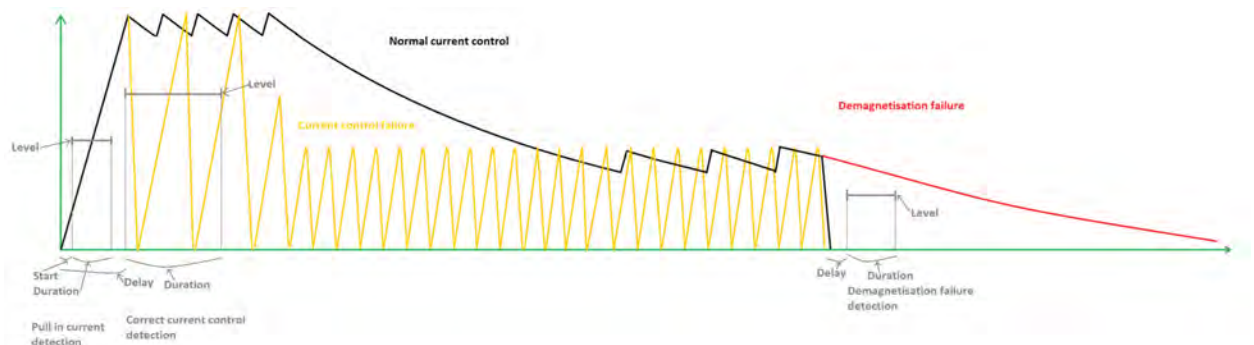

Abbildung 1 Port Injection Stromverläufe
- Pull in Current Detection (siehe Abbildung 1 Port Injection Stromverläufe)
- **Correct Current Control Detection** (siehe Abbildung 1 Port Injection Stromverläufe)